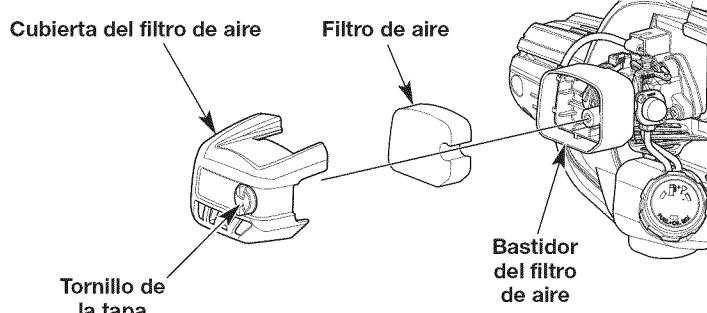

Fig. 21
- Abra la tapa del filtro de aire desenroscando el tornillo correspondiente (Fig. 21).
- Saque el filtro de aire del interior de la caja (Fig. 21).